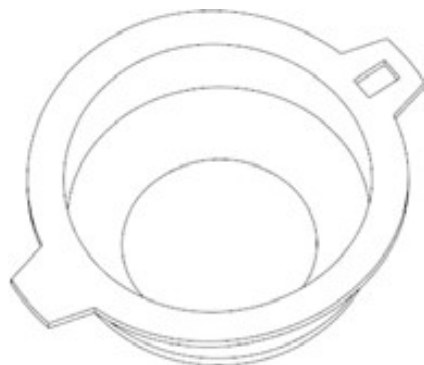

图4-17 创建切除特征
Step 44 在“拉伸”操控板中单击“确定”按钮, 创建切除特征，如图4-17所示。